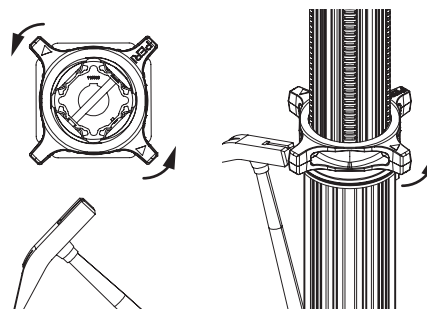

Fig. A7.01a
- martello sulle sporgenze (Fig. A7.01a)